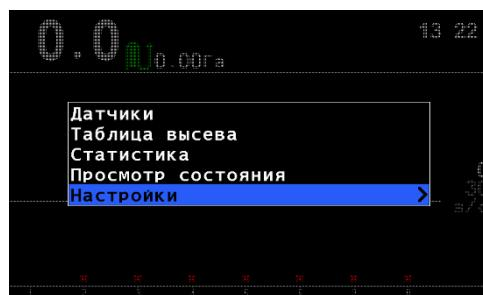

Рисунок 31
4. Кнопками ⌁ «Вверх» и ⌄ «Вниз» выбрать пункт меню «Настройки» (см. «Рисунок 31») и нажать ⌂ «Меню».